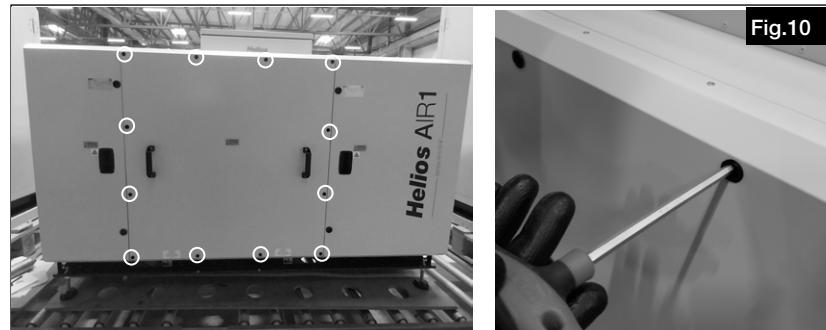

Fig.10
4. Ouvrir la porte de service (voir Fig.10).